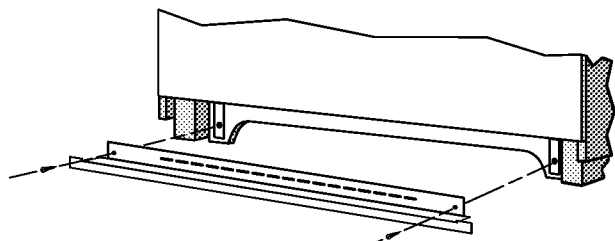

FIGURA 2
6. Vea la figura 2 para encontrar la instalación del adorno.